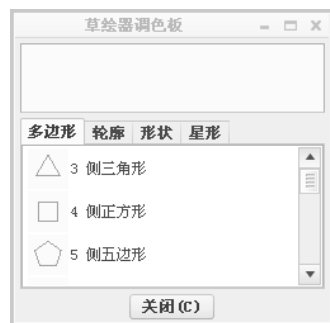

图 2.5.5 “草绘器调色板”对话框
Step 3 选择命令。在 **草绘** 选项卡中单击“调色板”按钮 ,系统自动弹出图 2.5.5 所示的“草绘器调色板”对话框。